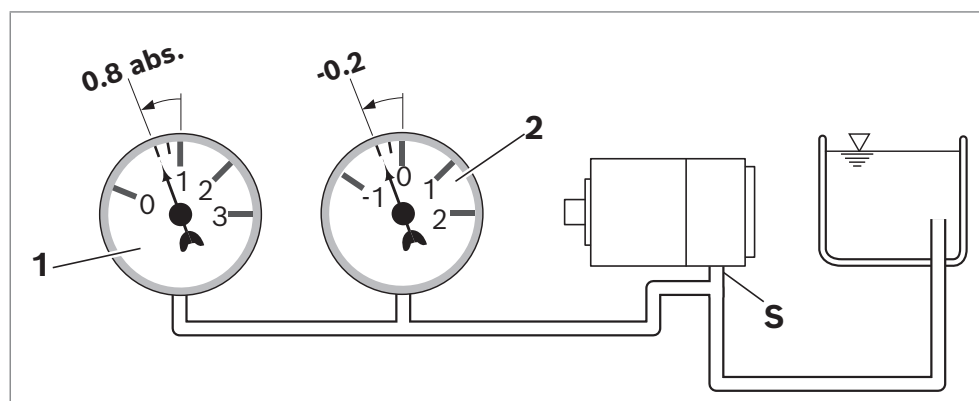

Fig. 5 : Pression d'aspiration pour les pompes à pistons axiaux
- S'assurer que pendant le fonctionnement une pression d'aspiration minimale de 0,8 bar absolu est bien présente au niveau du raccord **S** de l'unité à pistons axiaux, dans toutes les positions de montage, voir Fig. 5. Pour d'autres valeurs de pression et conditions, voir la notice spécifique .